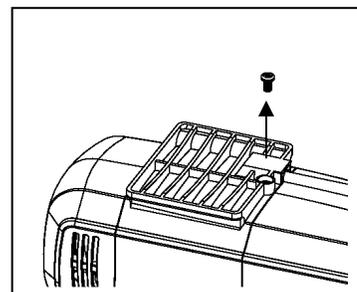

Fig. 10
5. Retire el tornillo de fijación, que se encuentra en la parte inferior de la bomba. Fig. 10